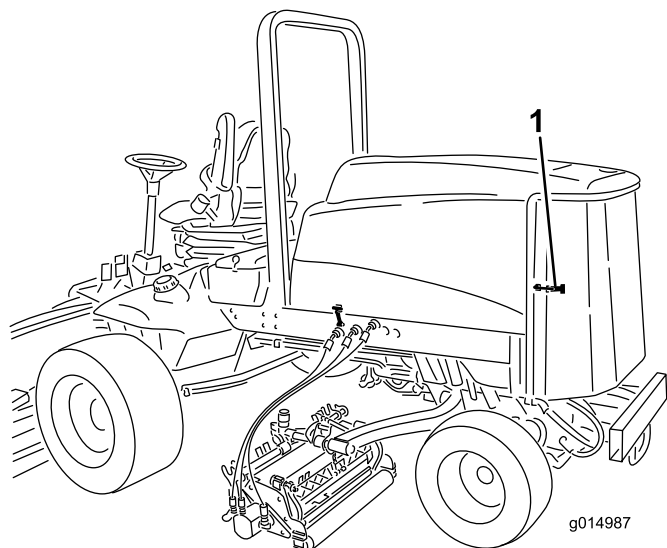

図 74
1. 後スクリーン（図 74）のラッチをはずして後部を開ける。スクリーンを丁寧に清掃する。